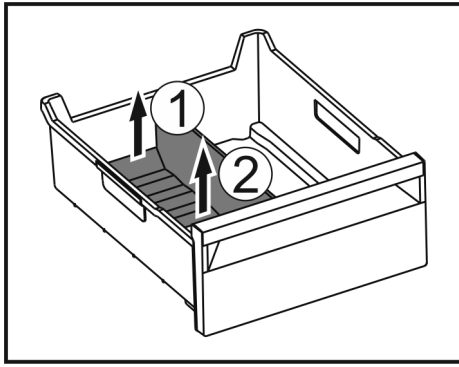

Fig. 106
- ▶ Sollevare la parte posteriore del divisore dello scomparto del ghiaccio. Fig. 106 (1)
- ▶ Rimuovere il divisore dello scomparto del ghiaccio verso l'alto. Fig. 106 (2)